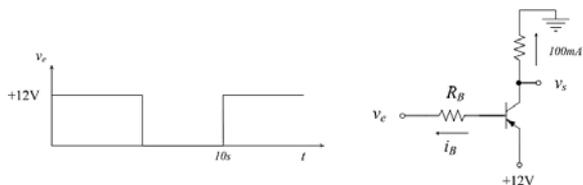

Fig. C.3 – Circuito para cálculo da chave transistorizada do exemplo C.2.
**Exemplo C.2:** Deseja-se acionar uma carga que consome 100 mA quando ligada à chave transistorizada da Fig. C.3. É empregado o transistor PNP de chaveamento 2N2907 que têm um ganho mínimo de 50. Determinar  $R_B$  e a tensão  $v_s$  de acordo com a tensão de entrada.